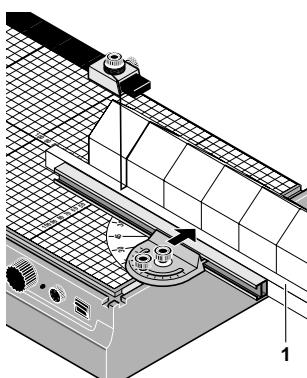

Fig. 6
- Kleine Abschnitte von langen Profilen gelingen am besten, indem man ein Abfallstück **1** (Fig. 6) zwischen Anschlag und Werkstück legt, und dann gegen den Anschlag schneidet. Der Schneiddraht schneidet dann in das Abfallstück und die Kanten bleiben sauber.